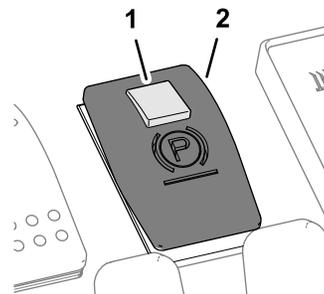

図 6
- 駐車ブレーキを掛けるには、スイッチ上部にある小さなロック ボタンを後方にスライドさせ、スイッチを前方に押す (図 6)。